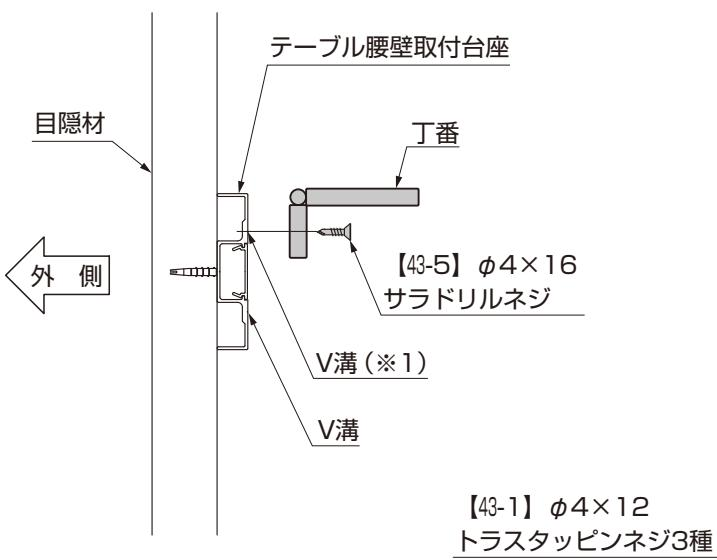

図2-4
- テーブル腰壁取付台座の上のV溝（※1）に取付けてください。(図2-4参照)